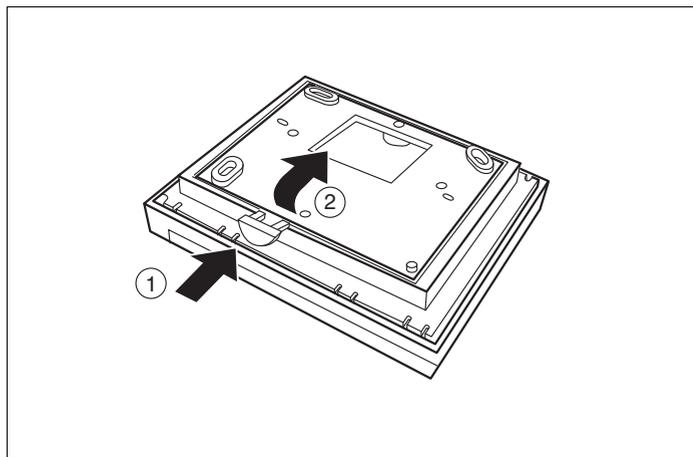

Fig. 4 Remoção do controlador de temperatura ambiente da placa de montagem
- ▶ Premir a tecla de desbloqueio no lado de baixo da placa de montagem (fig. 4, [1]).
- ▶ Retirar a placa de montagem na direcção da seta (fig. 4, [2]).